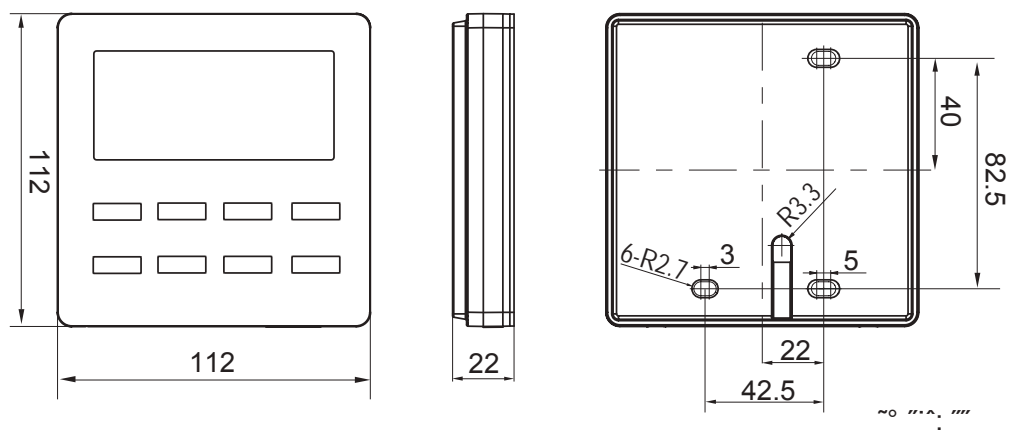

Рис. 15.1.
15.2.1. Габаритные и установочные размеры проводного пульта показаны на рис. 15.1.